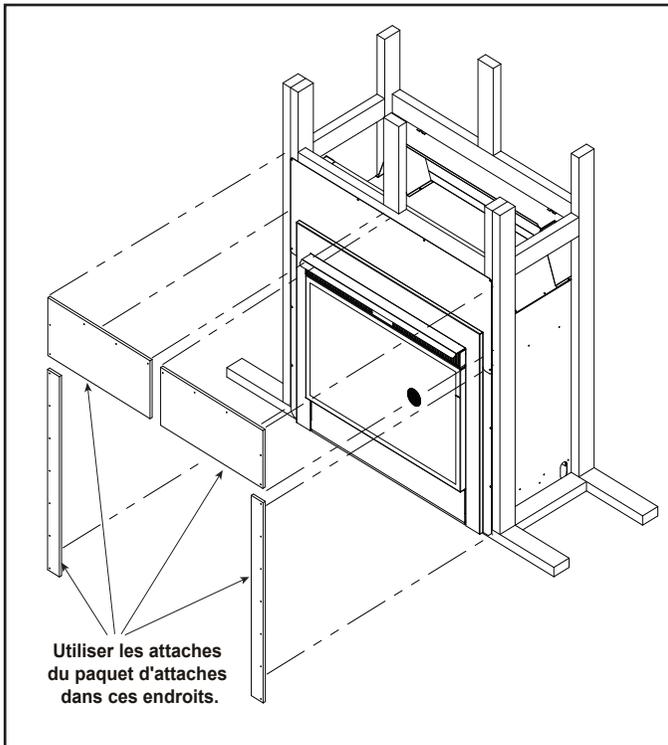

Figure 5.8 Fixation du matériau de revêtement incombustible (Côté extérieur uniquement)
- Centrez et fixez les deux planches du haut (les deux pièces les plus courtes) aux éléments de l'ossature. Voir la figure 5.8.
- Fixez les pièces latérales gauche et droite aux éléments d'encadrement. Voir la figure 5.8.
- Utilisez les fixations du paquet de fixations (dans le sac du manuel) dans les zones indiquées à la figure 5.8.